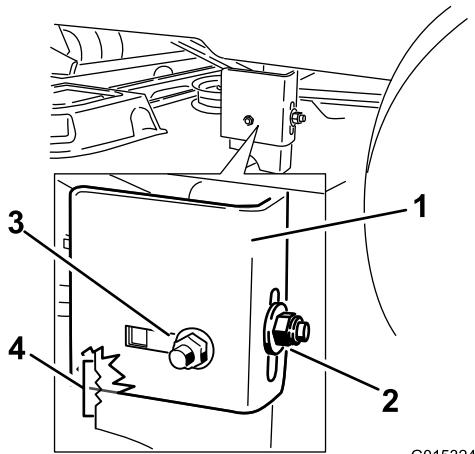
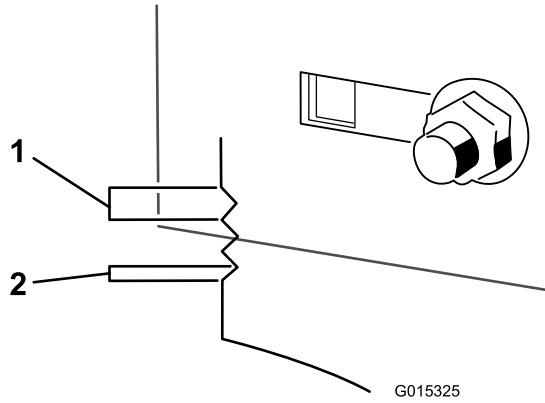

Figure 50
Figure 51
10. Desserrez l'écrou de blocage latéral sur le support jusqu'à ce qu'il soit possible d'ajuster le support (Figure 50). Utilisez les fentes du support soudé pour mesurer le réglage requis. La surface de chaque fente équivaut à 6 mm (0,25 po), et un côté équivaut à 3 mm (0,125 po) (Figure 51). Réglez le tablier de coupe à la hauteur voulue.
11. Arrêtez le tablier de coupe et vérifiez sa hauteur, puis serrez l'écrou de blocage arrière sur le support pour fixer cette nouvelle position (Figure 50). Serrez l'écrou de blocage latéral sur le support.